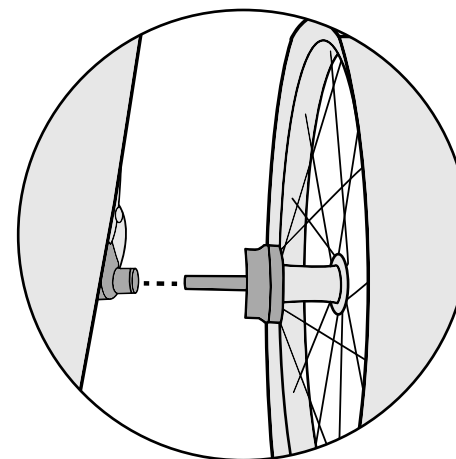

Figure 5
2. Insérez l'axe de roue dans le récepteur d'axe, puis relâchez le bouton (Figure 5). Tirez fermement sur la roue pour vous assurer que l'axe est bien engagé